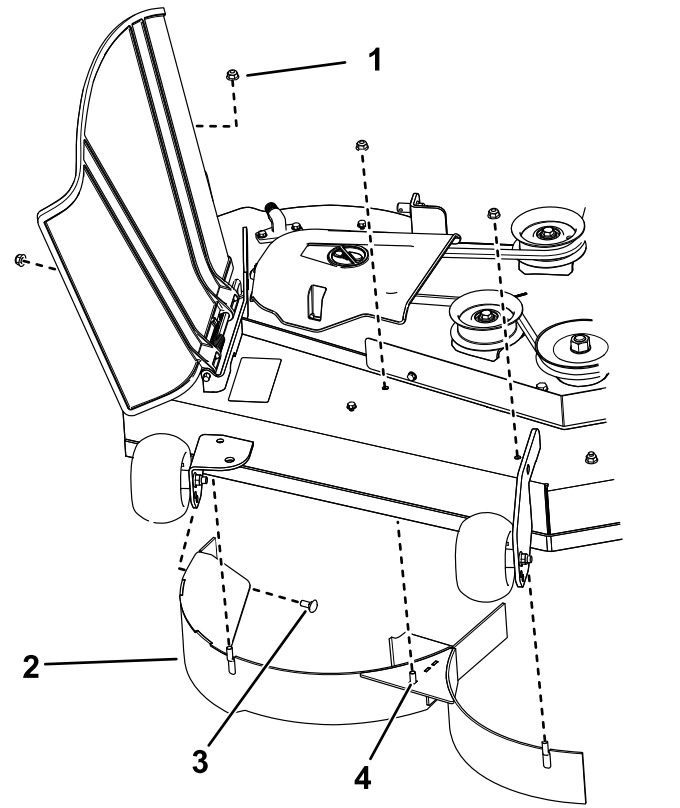

図 13
4. バッフルに溶接されているピンからロックナット5/16"3個を外す 図 13。
5. 右側バッフルをデッキに固定しているキャリッジボルト2本とロックナット2個を外してバッフルを外す 図 13。
6. 異物の飛び出しを防止するために、付属部品の中にあるボルト3本と、先ほど外したロックナットを使って、溶接付けピン用の穴を塞ぐ 図 13。